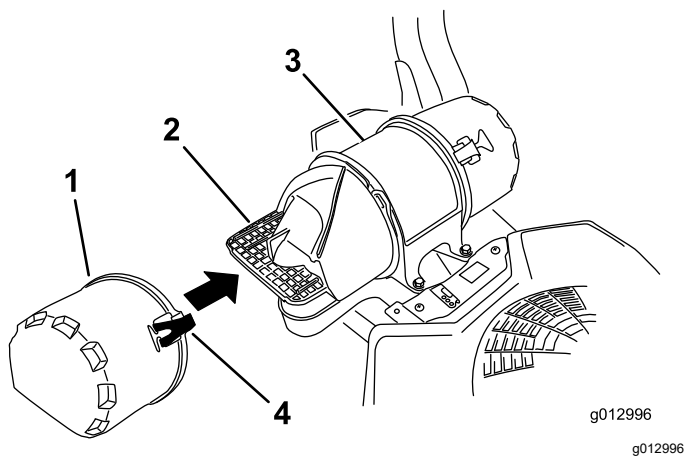

Рисунок 27
3. Расфиксируйте защелки воздухоочистителя и отделите крышку воздухозаборника от корпуса воздухоочистителя (Рисунок 27).
5. Установите крышку воздухозабора и закрепите ее защелками (Рисунок 27).
- Установите крышку воздухоочистителя и закрепите ее защелками (**Рисунок 27**).